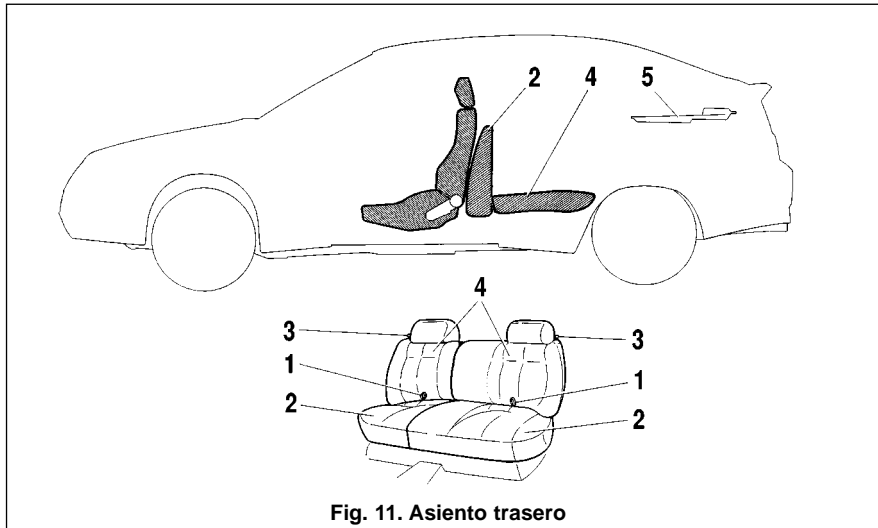

Fig. 11. Asiento trasero
- tirar de la bisagra 1 (fig. 11) y colocar la almohada 2 en posición vertical. Si es necesario trasladar los asientos delanteros hacia adelante;